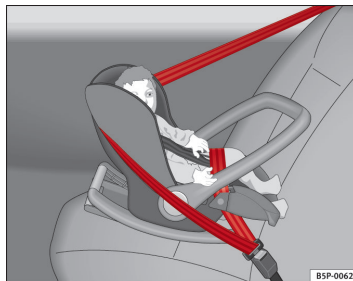

Fig. 28 Siège pour enfant du groupe 0 monté à l'arrière, dos à la route.
**Groupe 0** : Les bébés jusqu'à 10 kg (environ 9 mois) doivent voyager dos à la route ⇒ fig. 28.
**Groupe 0+** : Les bébés jusqu'à 13 kg (environ 18 mois) doivent voyager dos à la route ⇒ fig. 28.